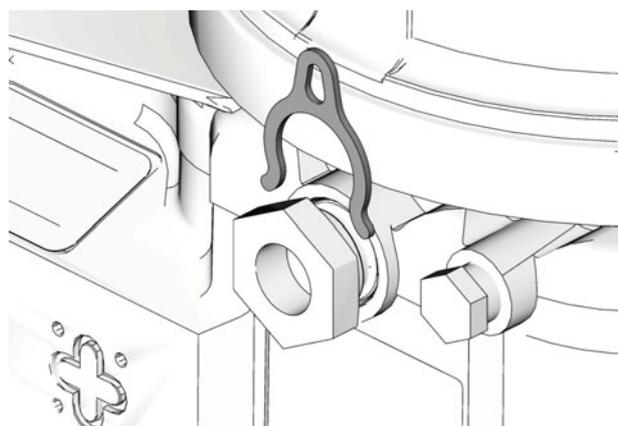

FIG. 4
- El control de volumen de bomba se ajusta utilizando ningún (0) distanciador, 1 ó 2 distanciadores (FIG. 4).